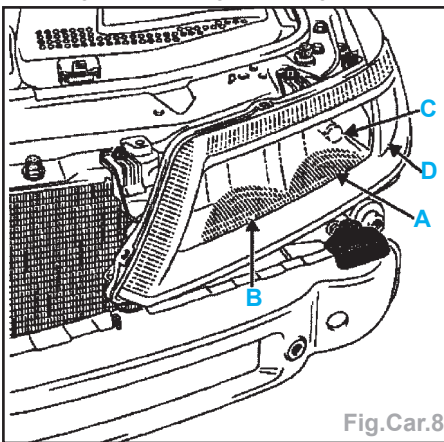

Fig.Car.8
- deux blocs optiques équipés d'une lampe de veilleuse classique (A), d'une lampe de feu de route de type H1 (B), d'une lampe de feu de croisement au xénon (C) de type D2R et d'une lampe de clignotant orange (D) (Fig.Car.8).